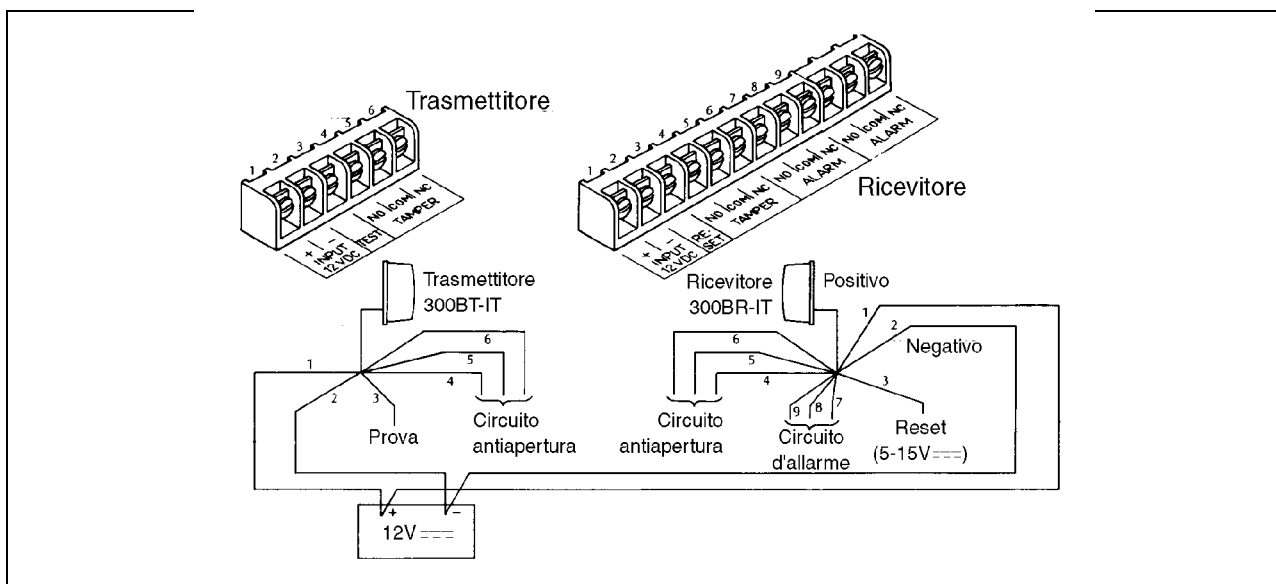
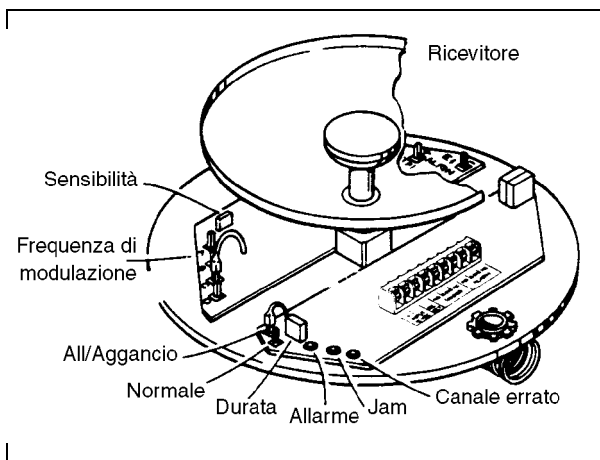

Fig. 15
Fig. 20
3. Fare i collegamenti alla morsettiera secondo le funzioni contrassegnate (Fig. 15).
3. Fare i collegamenti alla morsettiera secondo le istruzioni (Fig. 15).
- Spostare lo spinotto da "Normal" alla posizione "Align/Latch" (Fig. 20).
6. Collegare il tester tra TP-1 (positivo) e E1 GND (negativo) con fondo scala tra 3 e 5V_{DC} . (Fig. 20).
5. Per riassetto il sistema, occorre applicare una tensione compresa tra 5 e 15V_{c.c.} al morsetto Test del Ricevitore (Fig. 15 e Fig. 20).